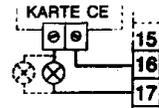

Abb. 2
- 2.C) Die 220V Lampe (n) an die auf dieser Karte vorhandene Zweifach-Klemmleiste anschliessen (Abb. 2)